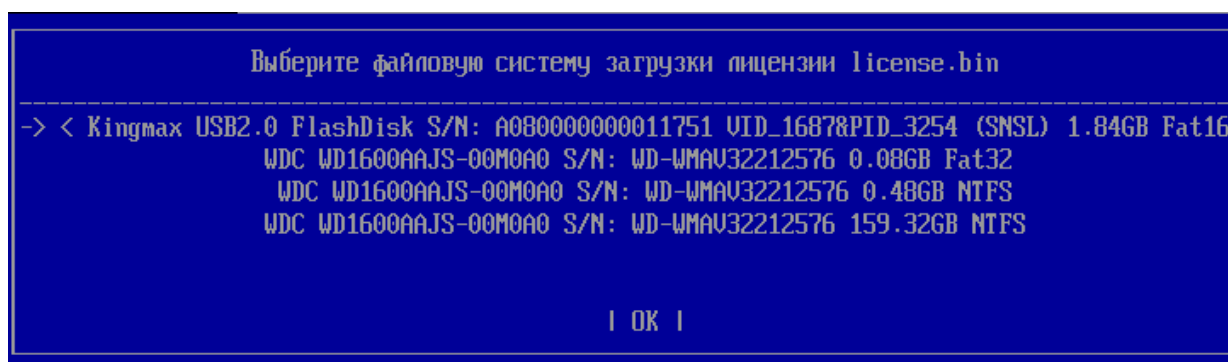

Рисунок 5.17 – Выбор устройства хранения данных с ключом активации
5.13 После появления диалогового окна (рисунок 5.16) необходимо нажать клавишу **< Enter >**, в новом диалоговом окне выбрать устройство хранения данных с ключом **license.bin** (рисунок 5.17) и нажать кнопку **| OK |**.